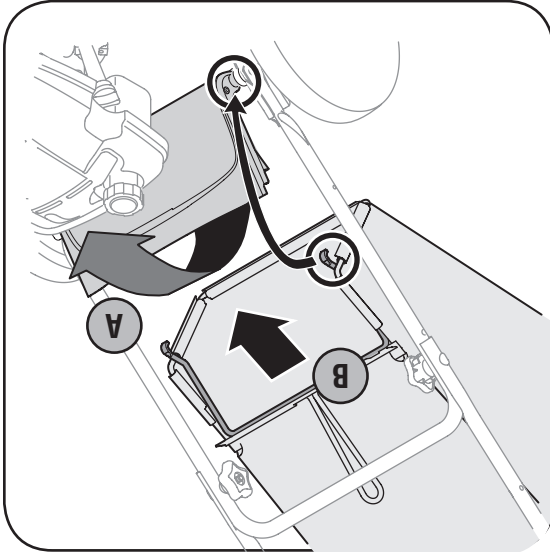

Figure 6
6. Un levier de réglage se trouve sur chacune des roues et permet de modifier la hauteur de coupe de la tondeuse. Pour changer la hauteur de coupe, poussez le levier de réglage des roues vers la roue et déplacez-le vers le haut ou le bas à la hauteur choisie. Voir la Figure 6.